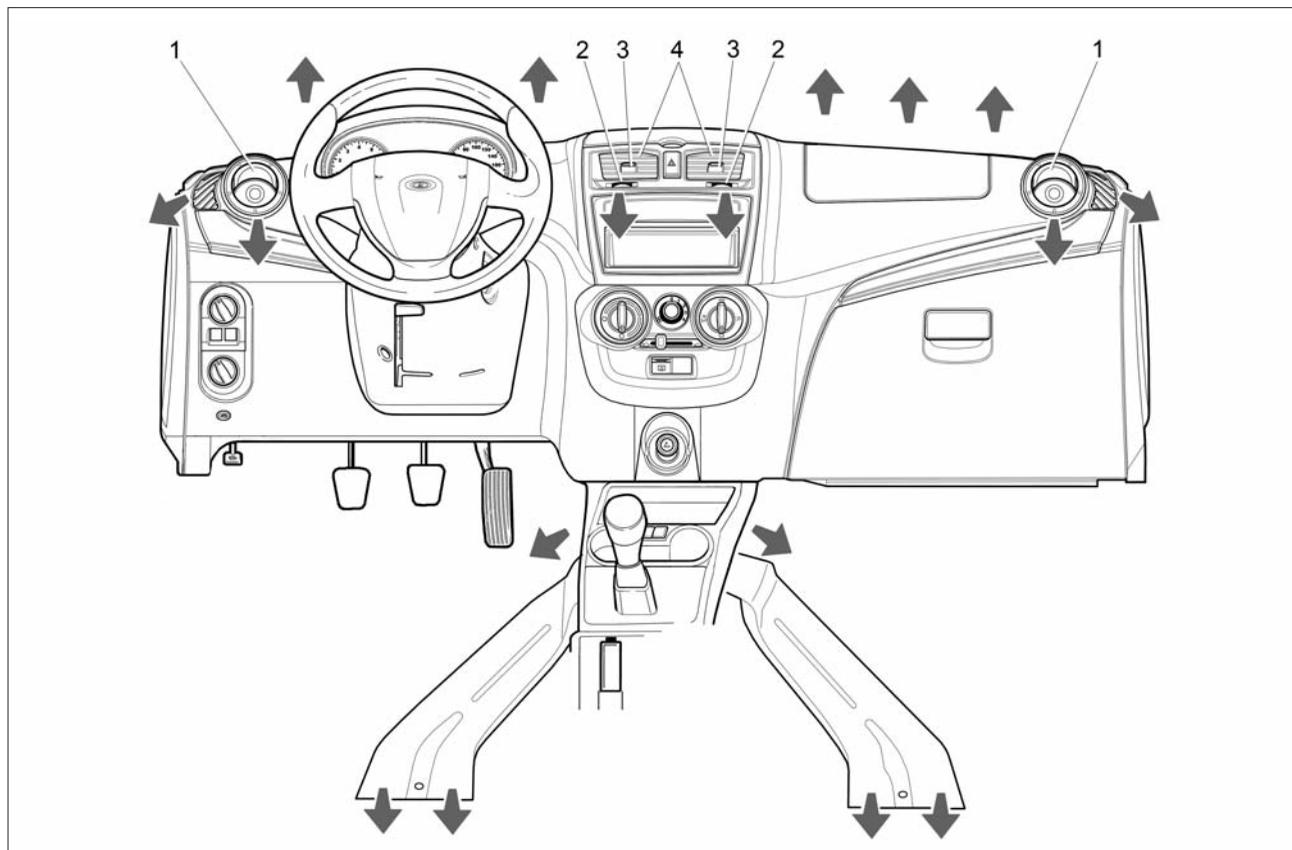

Рис. 42. Направления потоков воздуха из дефлекторов и воздуховодов
Интенсивность подачи воздуха через боковые сопла 1 (рис. 42) регулируется непосредственным воздействием на дефлекторы сопел путем изменения положения дефлекторов вплоть до полного их закрытия. Открытие нужного сопла производится нажатием на специальное углубление в дефлекторе. Вращением дефлектора регулируется направление воздушного потока.
- **сопла 1 и 4** (см. рис. 42) отрегулировать в зависимости от желаемого направления и силы потоков. Причем **сопла 1** регулируются непосредственным воздействием на дефлекторы сопел (для открытия необходимо нажать на специальное углубление), а **сопла 4** рычагами 2 и 3;
- **сопла 1** (см. рис. 42) направить на соответствующие боковые стекла в зону наибольшего запотевания;
- **сопла 1** (см. рис. 42) направить на соответствующие боковые стекла в зону наибольшего обледенения;
В положении  рукоятки **4** хотя бы одно из сопел **1** или **4** (см. рис. 42) должно быть открытым, иначе теплообменник охлаждения воздуха (испаритель) может обледенеть и перекрыть подачу воздуха в салон.
3. Установите **рукоятку 4** своей меткой напротив символа . Сопла 1 и 4 (см. рис. 42) панели приборов должны быть открытыми.